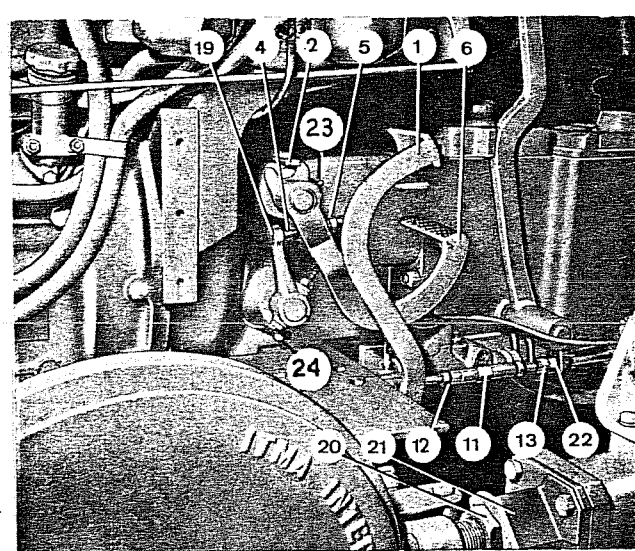

fig. 8
8.3 -FRENI A PEDALE E CON LEVE DI STERZO (fig. 8 e 7)